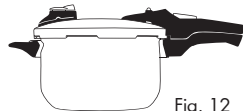

Fig. 12
- a) Asigurați-vă că oala este stabilă și lăsați-o să se răcească în mod natural (Fig. 12). Această metodă este utilă pentru gătitul alimentelor, deoarece temperatura ridicată rămâne în oală pentru o perioadă de timp, chiar și după ce plita a fost oprită.